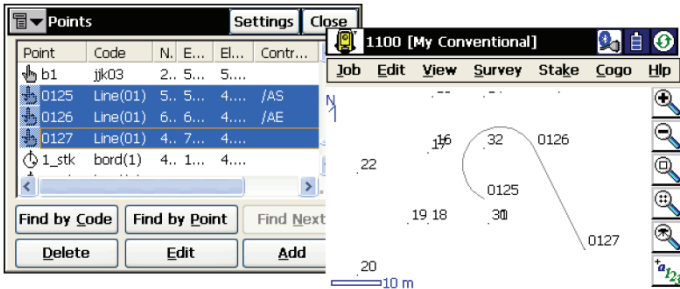

Figura 2-13. Contorno de Código-Cadena con código de control de arco
- Estos puntos pueden crear el segmento de recta con el punto de inicio o fin del arco que actuará como la tangente al arco (Figura 2-13 en la página 2-14).